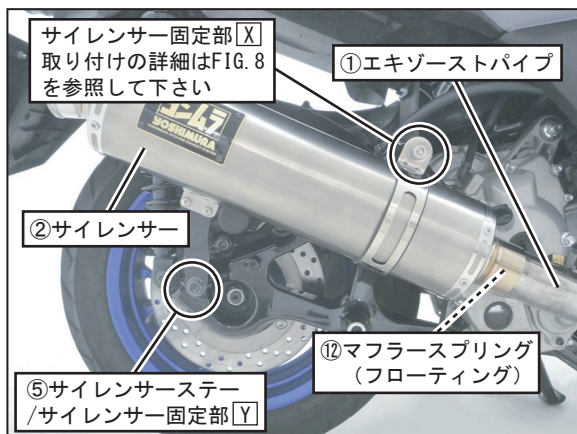

FIG. 6
6. ②サイレンサーを①エキゾーストパイプに取り付け、⑤サイレンサーステーを純正ボルトを使用してサイレンサー固定部[Y]に仮締めして下さい。
次に、⑫マフラスプリング（フローティング）をスプリング取付工具を使用して取り付けして下さい。（FIG. 6, 7 参照）
7. ②サイレンサーに③サイレンサーバンドと④サイレンサーバンド用スペーサーラバーを通し、⑪スペーサーカラー 10-24-10、⑥キャップボルト M10×55 P1.25、⑧平ワッシャ M10×22 を使用して車両のサイレンサー固定部[X]に仮締めして下さい。（FIG. 6, 8 参照）